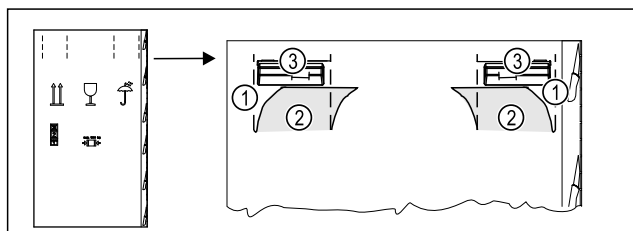

Fig. 4
- ▶ Продавити пакувальний картон зверху по лінії перфорації Fig. 4 (1).
- ▶ Витягнути видавлені частини Fig. 4 (2).
- ▶ Зліва і справа видно ручку для перенесення Fig. 4 (3).
- ▶ Взяти пристрій за ручки для перенесення Fig. 4 (3).